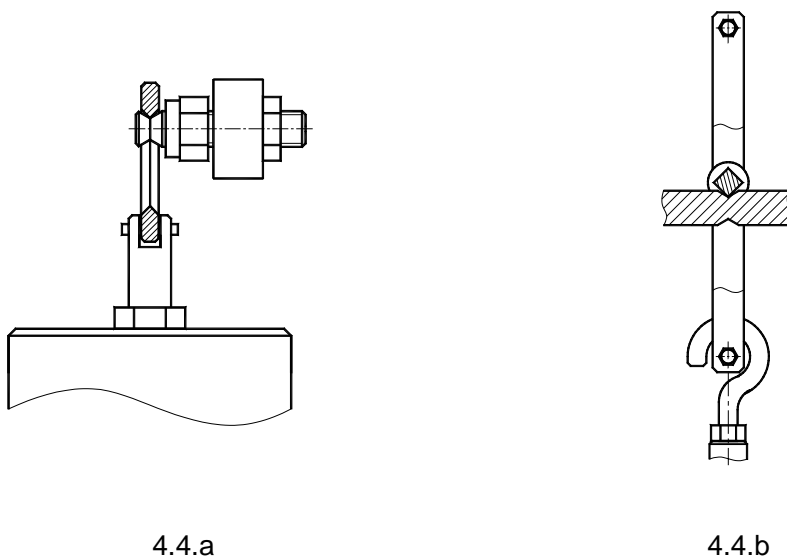

图 4.4
- 4.6 本试验机共有 4 个砝码，均在其上打有识别标记，对应图 4.1 中 1、2、3、4 位置。安装时打开试验机左、右侧门，拆下挡板，然后开始安装砝码。顺序为：首先装砝码 1，悬挂在下杠杆相应挂槽内；然后依次安装砝码 4、3、2，均悬挂在上杠杆上。其中 1、2 悬挂方式见图 4.4.a，3、4 悬挂方式见图 4.4.b，注意必须保证刀口正确安装在 V 型槽内。挂好砝码后，重新装好拆下的挡板。